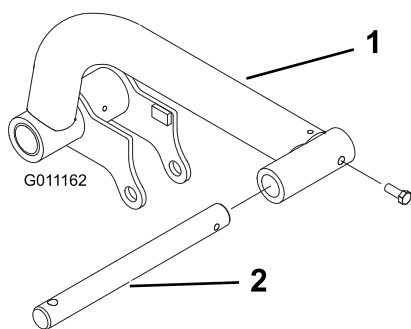

Figura 11
2. Inserite un'asta orientabile in ogni braccio di sollevamento e allineate i fori di montaggio (Figura 11).